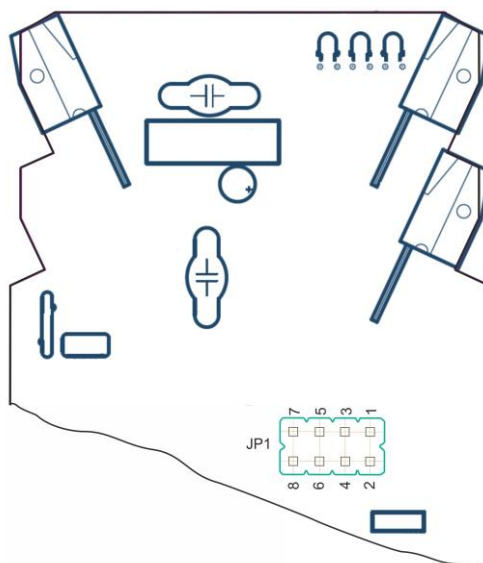

Рисунок 4.1 – Схема размещения перемычки для выбора скорости передачи данных
4.1.4 Размещение перемычки JP1 на плате блока, для выбора скорости передачи данных изображено на рис. 4.1.